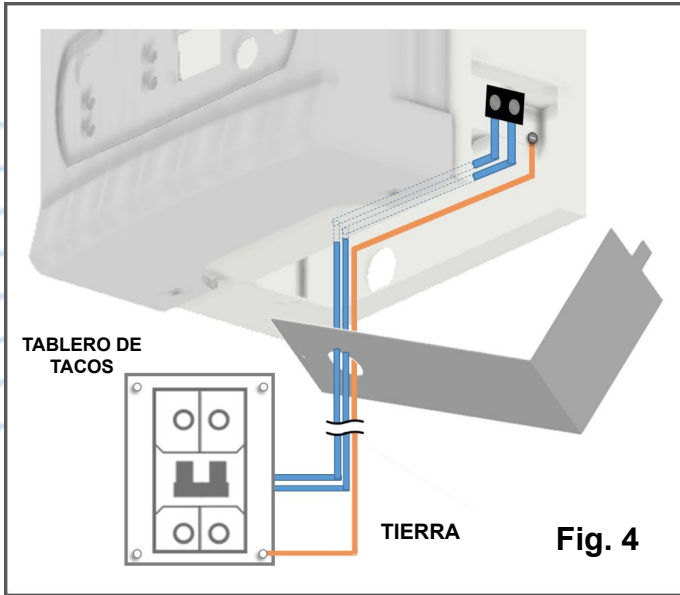

Fig. 4
- 1) Instale hasta el calentador dos líneas de alambre o cable 7 hilos cobre **calibre No.8** THHN 90°C (Fig.4). El cable 7 hilos debe ser entorchado fuertemente con pinzas o en su defecto ser estañado en las puntas para asegurar un apriete firme en la regleta bornera de conexión eléctrica. Nunca utilice cable multifilar sin terminales y/o especificado para temperaturas o corrientes menores. Se recomienda dejar al menos 15 cm de cableado remanente dentro del equipo.